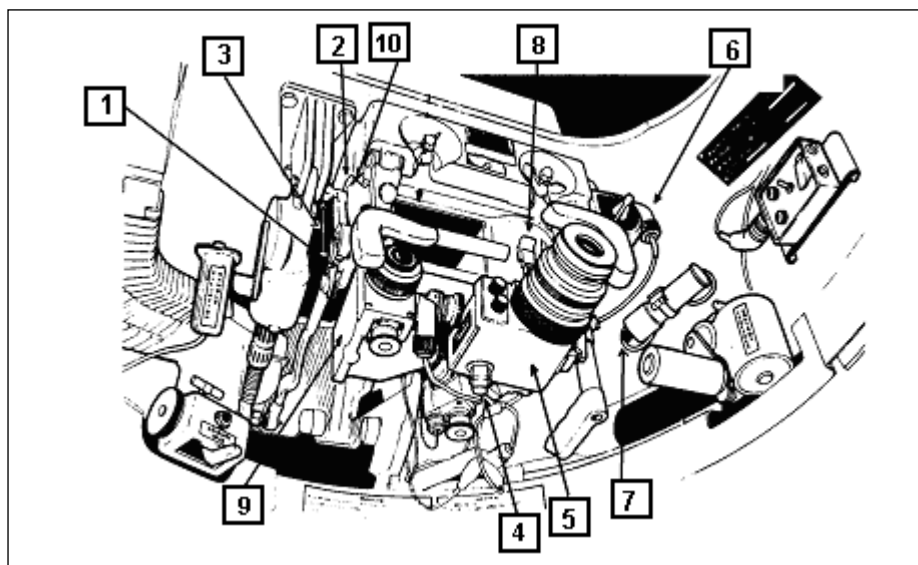

Fig 4-70. Interior da torreta
(7) Empurrar o prendedor(4) e fechar a tampa de acesso do berço até que ela desça, ajudada pelo prendedor de fechamento(9). Puxar para cima o prendedor e permitir que a porta feche completamente.
(8) Após o carregamento ou uso do armamento, abrir a tampa de acesso superior(4), tanto quanto possível, e liberar o prendedor(5) e permitir que a tampa feche.
c. Instalação da Metralhadora .50. (Fig 4-70 e 4-71)
- (1) Remover o dispositivo diurno do periscópio e da luneta cotovelo.
- (c) Desconectar o grampo(1) de engate rápido do braço de elevação(2), mover o braço para a retaguarda da torreta e passar o conector para o seu suporte(3).
- (e) Desconectar o alojamento da lâmpada(6) do dispositivo diurno e mover para o controle da frente.
- (f) Desconectar o dispositivo de iluminação(7) M30 da luneta(5).
- (g) Enquanto segura a luneta cotovelo, com uma das mãos, liberar os prendedores(8) montados na frente e a trás. Cuidadosamente, baixar a luneta cotovelo.
- (h) Segurar o dispositivo diurno(9) com uma das mãos e liberar os dois prendedores(10), montados em cada lado. Cuidadosamente, baixar o dispositivo.
- (2) Posicionar a Mtr dentro do alojamento da torreta, deslizar e encaixar-la no suporte.